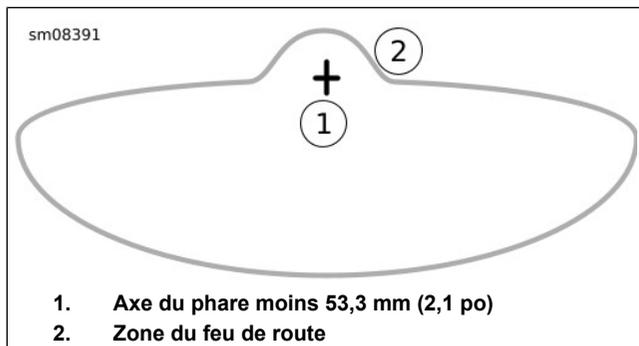

Figure 89. Faisceau de phare : Modèles avec carénage monté sur cadre
- DÉL, carénage monté sur cadre** : Voir Figure 89. Centre de la tache lumineuse sur le repère avec le phare en position **feu de route**.
- b. Voir Figure 89 . Régler le faisceau lumineux du phare.